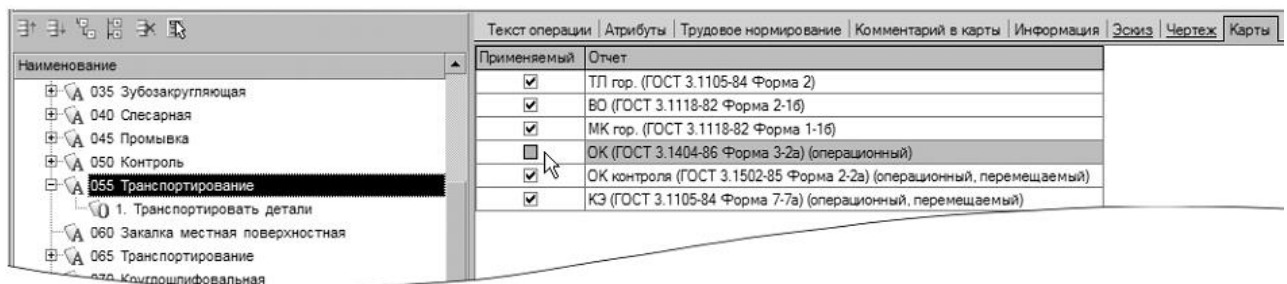

Рисунок 3
31. Снимите галочку напротив строки ОК (ГОСТ 3.1404-86 Форма 3-2а), как показано на рис. 3.